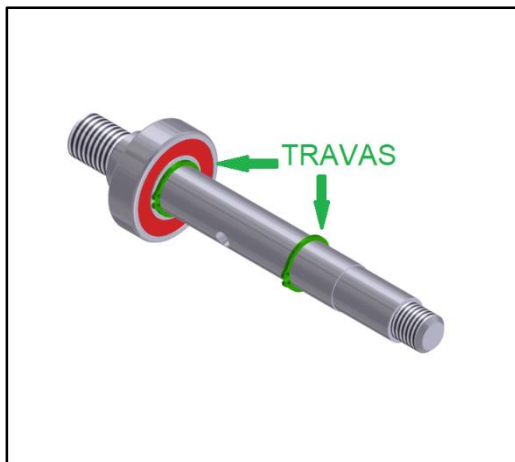

Figura 19: posicionamento eixo-rolamento-travas.
- Insira um dos rolamentos no eixo com auxílio de uma prensa hidráulica e, cuidadosamente, pressione o rolamento até que ele chegue ao batente do eixo. Logo após, coloque as duas travas do eixo, uma junto ao rolamento e a outra no espaço destinado, conforme a figura 19.